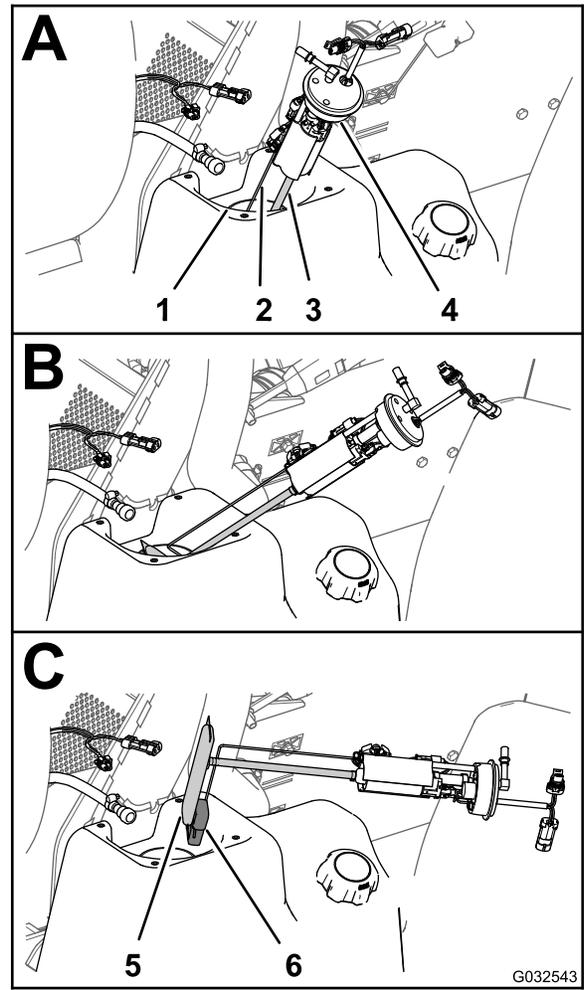
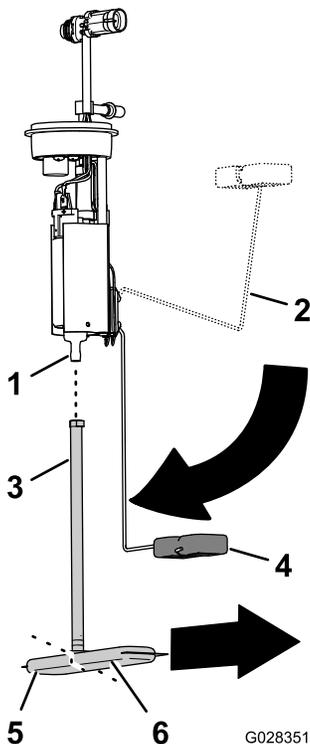

图 87
图 88
4. 从油箱颈上小心地提起并旋转燃油泵/发送装置图 87。
1. 从燃油泵的接头上拆下燃油滤清器的集油管图 88。
2. 将新燃油滤清器的集油管与燃油泵的接头对齐图 88。
3. 在浮子臂处于空位时将燃油滤清器的长腿与浮子对齐图 88。
4. 将燃油泵接头插入集油管直至接头完全到位图 88。
1. 同时支撑浮子臂和集油管并将浮子和燃油滤清器划入燃油箱的加油口图 87。
2. 将燃油泵/发送装置放入油箱的加油口图 87 和 图 88。
3. 将密封件和螺母放在燃油泵/发送装置上方、油箱颈上面并用手拧紧螺母图 87。
4. 将燃油软管的连接头连接至燃油泵的接头图 87。
5. 将机器线束的 2 插槽接头连接至燃油泵/发送装置的 2 针接头将机器线束的 2 针接头连接至燃油泵/发送装置的 2 插槽接头图 87。